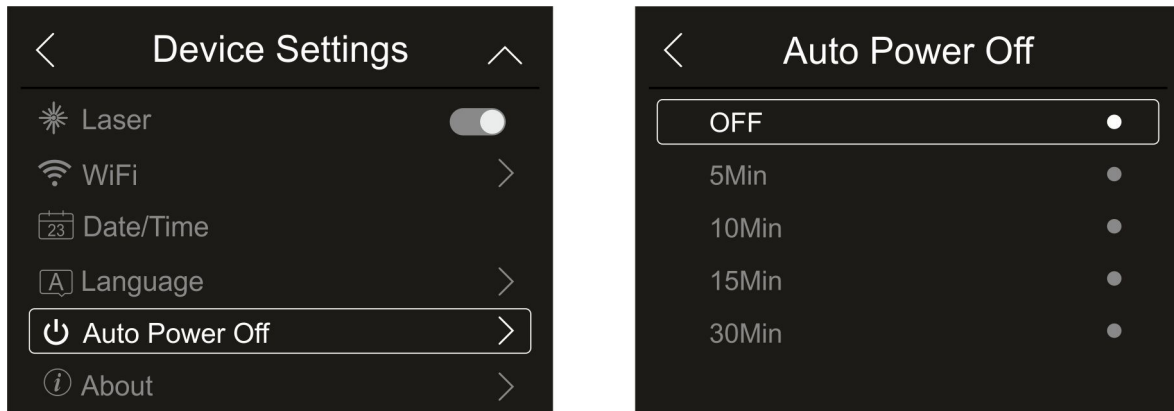

Fig. 21: Configuración autoapagado
1. Toque el texto “Auto Power Off” para realizar la configuración del tiempo de autoapagado del instrumento. Se muestra la pantalla de la Fig. 21– parte derecha: